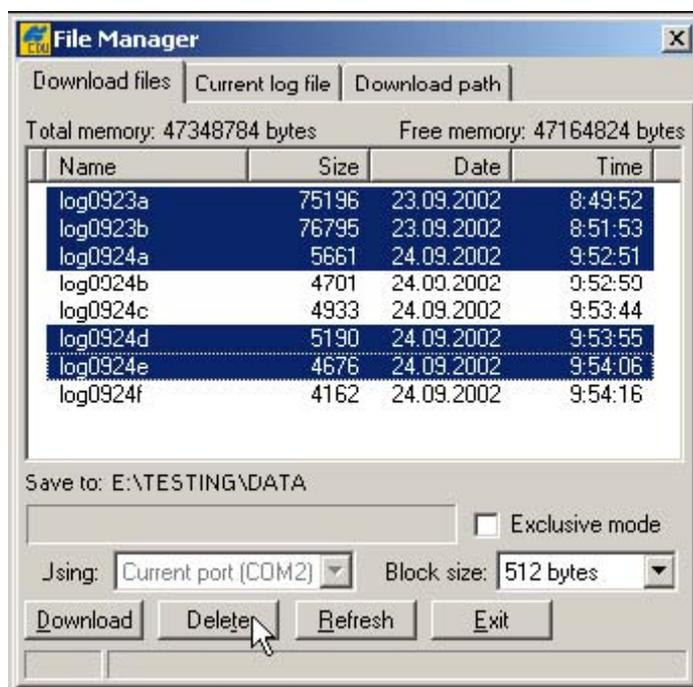

Рисунок 4-7. Удаление файлов
3. Выберите пункт меню **File > File Manager (Файл > Управление файлами)**, в появившемся диалоговом окне **File Manager (Управление файлами)** выберите вкладку *Download files (Файлы для загрузки)* и в ней выберите файлы, которые следует удалить, см. рисунок 4-7 на странице 4-6.
4. Щелкните на кнопке *Delete (Удалить)*, см. рисунок 4-7 на странице 4-6.